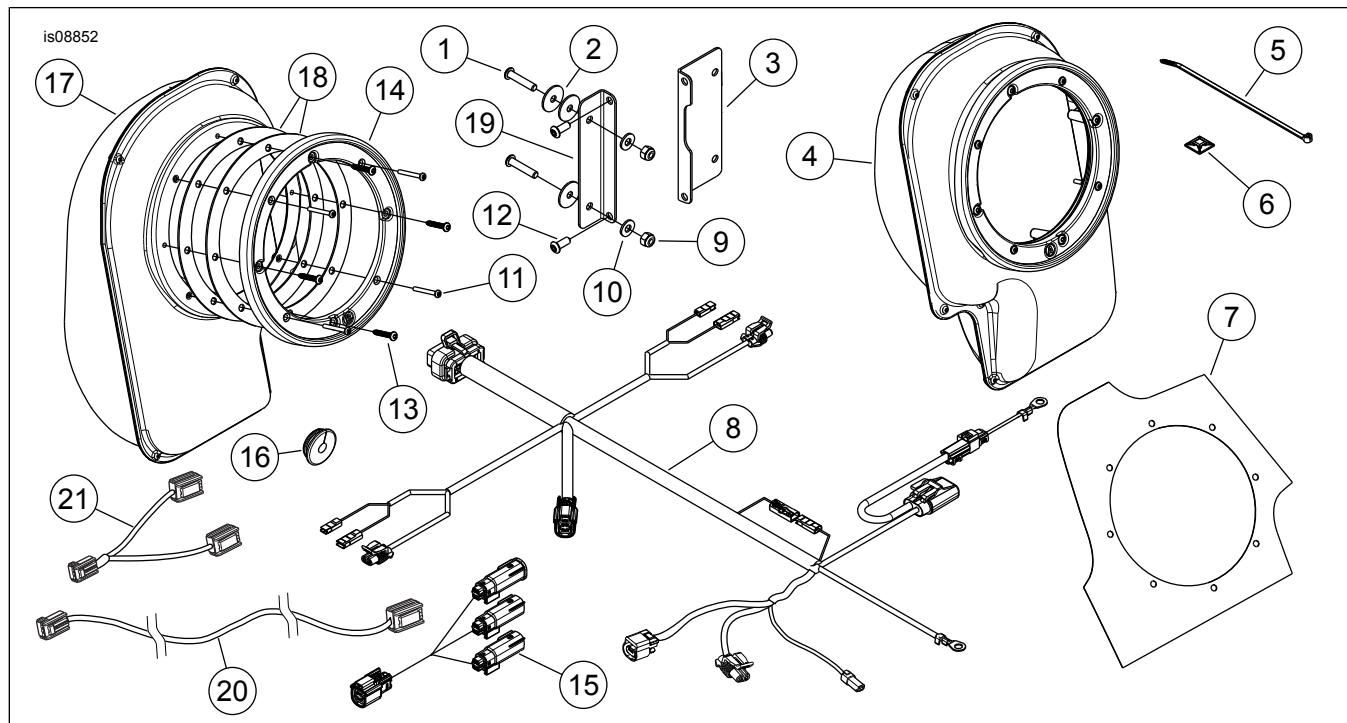

Figura 9. II-Parts tas-Service, il-Kitt tal-Installazzjoni tal-Espansjoni tal-Ispiker.
- Ara Figura 9 . Installa brekit (3) man-naħha tal-konnettur tal-amplifikatur (l-amplifikatur mibjugħi separatament). Orbot bil-viti (12). Issikka.
- Ara Figura 9 . Poġġi gasket waħda (18) fuq il-wiċċi ta' barra. Allinja t-toqob.
- Poġġi ċirkett tat-trimm (14) fuq il-gasket u t-toqba taċ-ċentru. (Iċ-ċirku tat-trimm tan-naħha tax-xellug huwa mmarkat "A". (Iċ-ċirku tat-trimm tan-naħha tal-lemin huwa mmarkat "B".) Dawwar iċ-ċirku tat-trimm sabiex l-ittra tkun fil-qiegħ.
- Iħhaq minn ġot-toqba taċ-ċentru. Allinja l-toqob fl-egħluq, gasket (18) u l-qafas. Daħħal il-vit tal-plastite (13) minn ġo toqba mwessa' biex tidħol ir-ras tal-vit (counterbored hole).
- a. **II-konfigurazzjoni tal-iStage I 6-spiker:** Installa l-irbit ta' sikurezza (296) direttament fl-irbit ta' sikurezza 16-way (li qabel kien installat permezz ta' fairing amplifier kit), li jinsab wara s-sedil tal-passiġġier.
**II-konfigurazzjoni tal-iStage II 6-spiker:** Installa l-irbit ta' sikurezza interconnect 3-way (oġġett 15, Figura 9 ) fl-irbit ta' sikurezza 16-way (li qabel kien installat permezz ta' fairing amplifier kit), li jinsab wara s-sedil tal-passiġġier. Installa l-irbit ta' sikurezza (296) fl-interkonnettura 3-way.